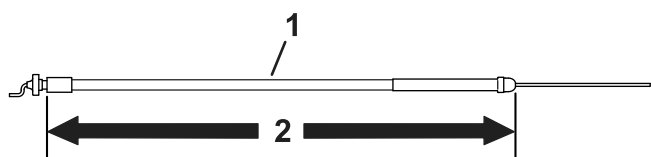

Figura 6
- Utilice el cable del acelerador de 172,2 cm de largo para las unidades de tracción modelo 04056; consulte **Figura 6**.